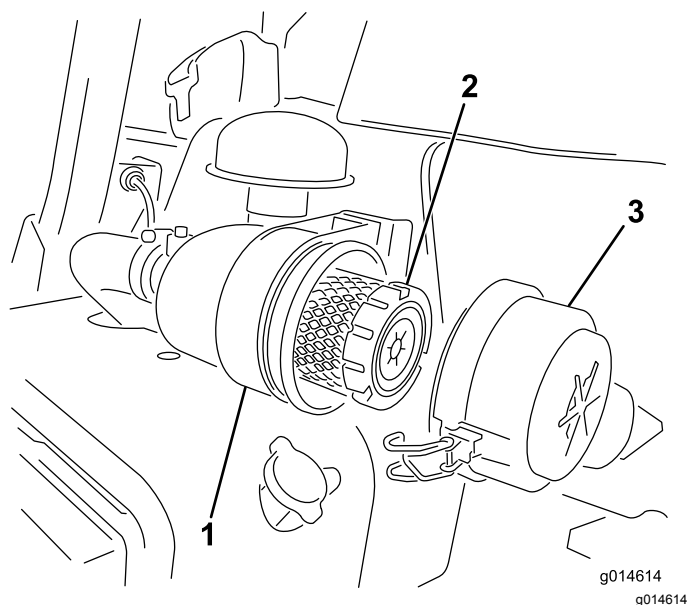

图30
1. 松开将空气滤清器盖固定到空气滤清器壳体上的搭扣图30。
7. 固定搭扣 (图30)。